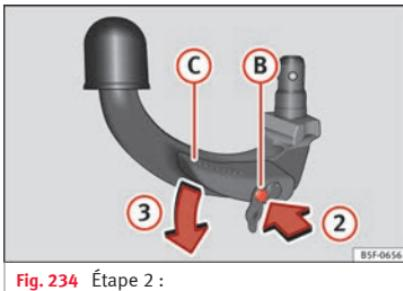

Fig. 234 Étape 2 :
- Appuyez sur la broche de déverrouillage (B) dans le sens de la flèche (2) et appuyez simultanément sur le levier (C) dans le sens de la flèche (3) jusqu'à la butée »» **fig. 234**.